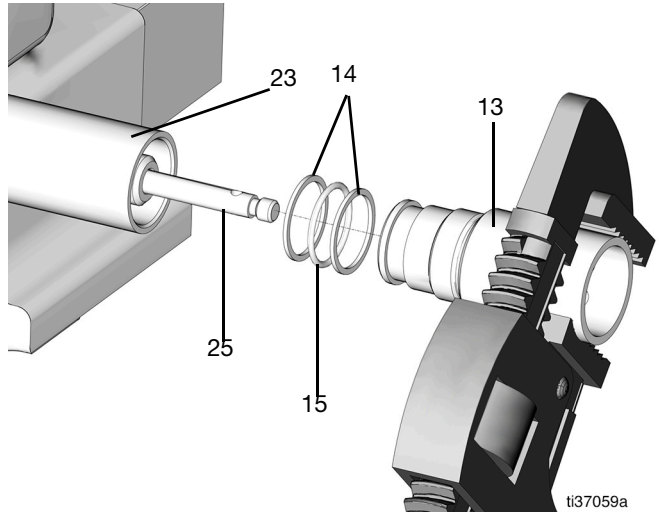

FIG. 63
20. Vuelva a poner los dos anillos auxiliares (14) del tubo de la pala (13) y la junta tórica (15) y engrase ligeramente (FIG. 63).
21. Deslice el tubo de la pala (13) dentro del tubo de la base de la bomba (23) y apriételo (a un par de 43,4 N•m [32 lb-pie]) (FIG. 63).